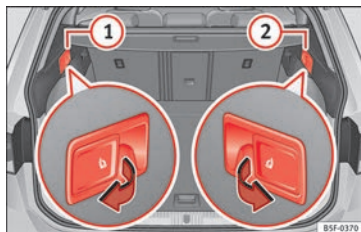

Fig. 156 Dans le coffre à bagages : leviers de déverrouillage à distance des parties gauche (1) et droite (2) de la banquette arrière.
- Tirez le levier de déverrouillage à distance de la partie gauche » **fig. 156** (1) ou droite (2) du dossier dans le sens de la flèche. La partie débloquée du dossier arrière se rabat automatiquement vers l'avant.